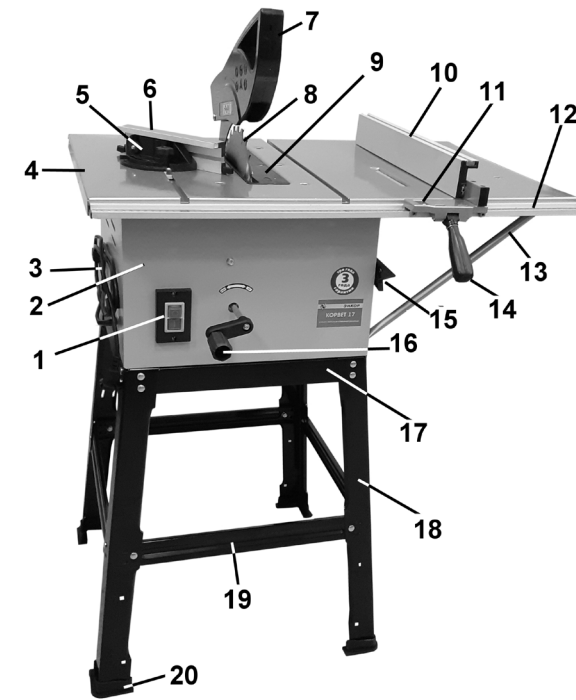

Рис. 2
Внимание! Категорически запрещается включать и работать на станке с установленными двумя узлами или устройствами – это опасно. Работайте на станке, оборудованном только на один вид обработки – пиление или токарная обработка или заточные работы или ленточно-шлифовальная обработка, или шлифование диском. На Рис.2 и 3 станок изображён оснащённым с двух сторон дополнительным оборудованием для большей наглядности его возможностей.
8.3. Проверьте, чтобы пильный диск (8) находился ниже поверхности рабочего стола (4), при необходимости вращением ручки (16) максимально опустите пильный диск (8), Рис.2.
Внимание! Категорически запрещается включать и работать на станке с установленными двумя узлами или оборудованностями – это опасно. Работайте на станке, оборудованном только на один вид обработки – пиление или токарная обработка, или заточные работы, или ленточно-шлифовальная обработка, или шлифование диском. На Рис.2 и 3 станок изображён оснащённым с двух сторон дополнительным оборудованием для большей наглядности его возможностей.